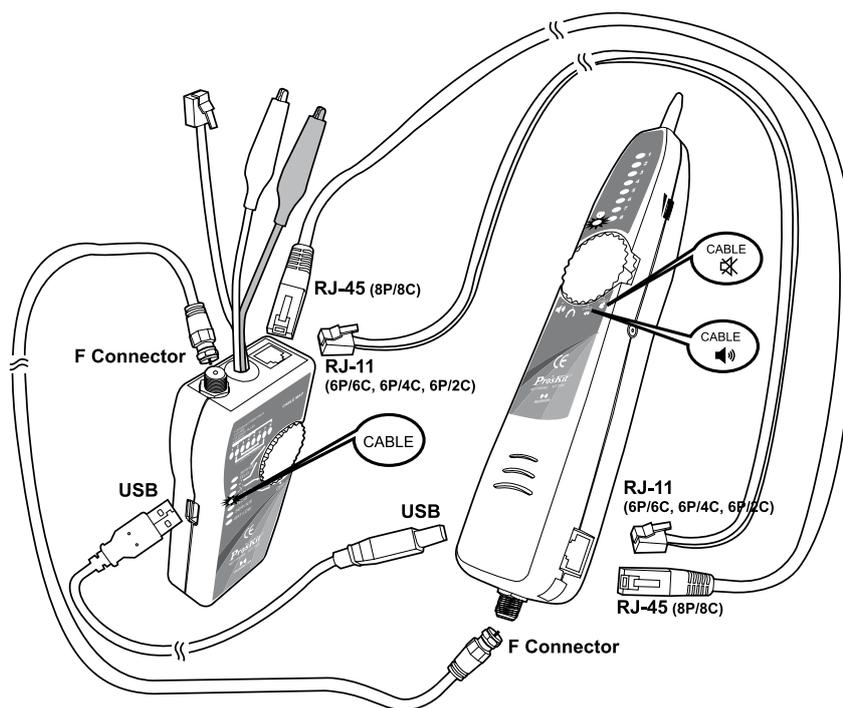
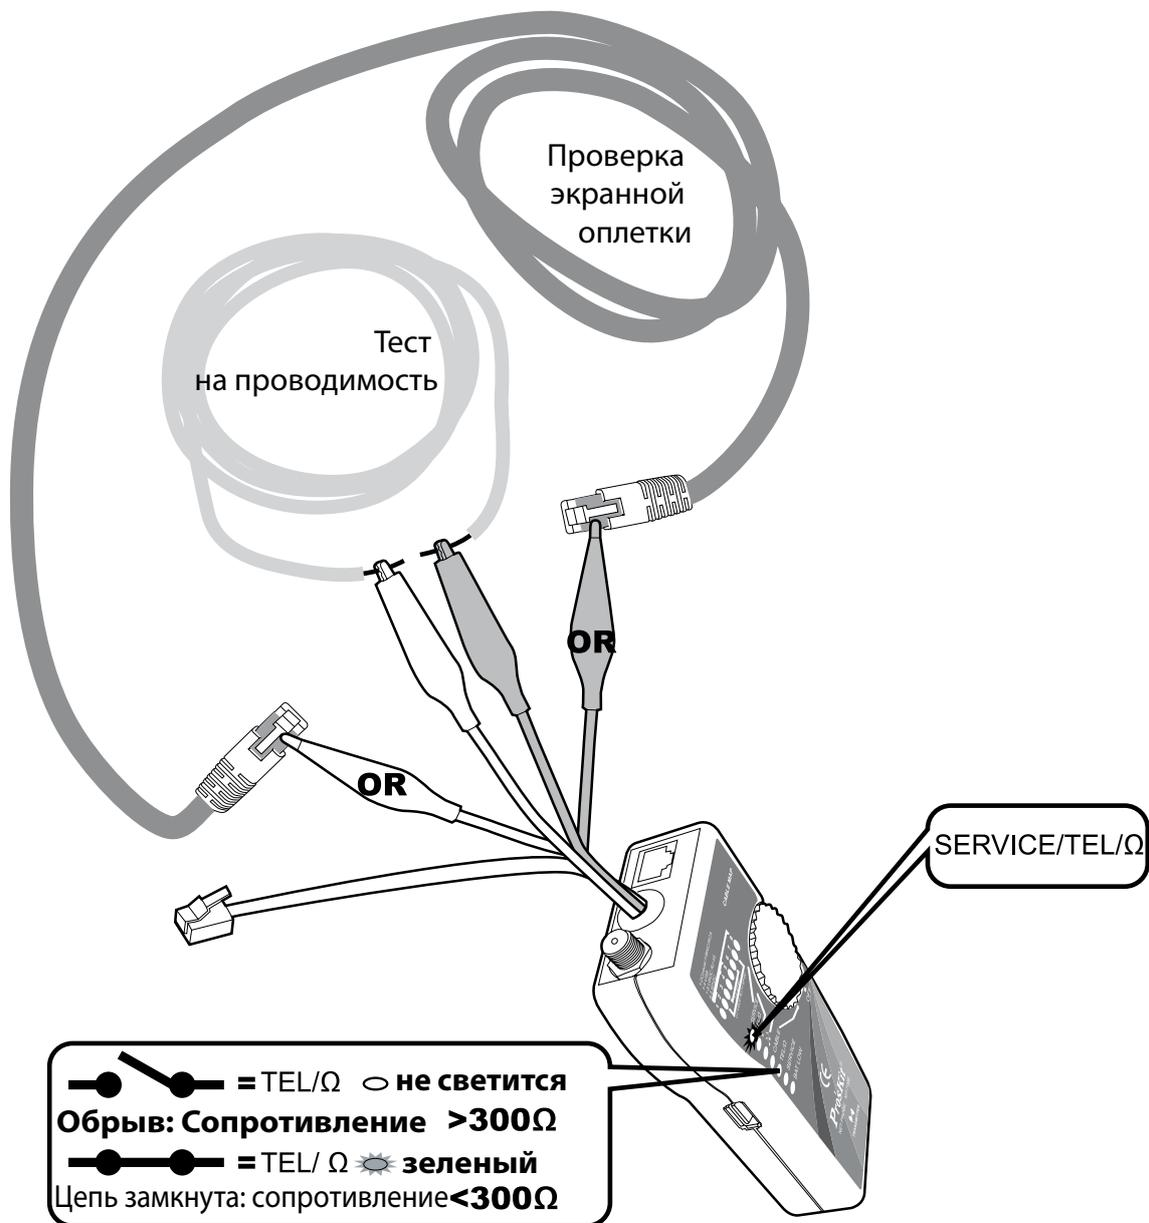

Рис. 5. Проверка схемы кабеля (таблицы проводов)
Рис. 8. Поверка на проводимость
- Если в двухпроводных кабелях не удастся обнаружить сигнал от тонового генератора МТ-7068-Т, это значит, что кабель может быть закорочен или оборван. В таком случае воспользуйтесь проверкой схемы подключения проводников в кабеле (рис. 5). Это поможет вам обнаружить закороченные и оборванные проводники в кабелях с разъемами RJ-11 и RJ-45. Для проверки на обрыв или короткое замыкание кабелей с не заделанными в разъемы проводниками и для коаксиальных кабелей используйте прозвонку (рис. 8).
Для проверки экранной оплетки кабеля в процессе тестирования его таблицы соединений выполните следующие операции, как указано на рис. 8.
1. Подключите тоновый генератор к цепи, как это показано на рис. 8. Подключите щупы к телефонной распределительной коробке, а также подсоедините разъемы RJ-11 и RJ-45.